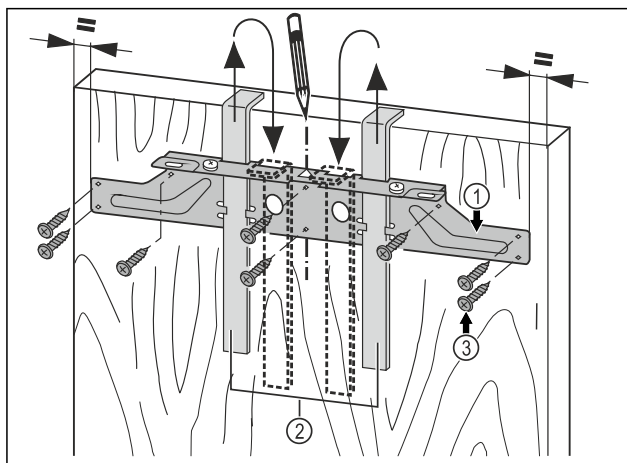

Fig. 20
- ▶ Upevňovací příčník Fig. 20 (1) zavěste pomocí montážních pomůcek Fig. 20 (2) na vnitřní stranu nábytkových dvířek.
- ▶ Upevňovací příčník Fig. 20 (1) vyrovnejte středově vůči dvířkům.
- ▶ Upevňovací příčník Fig. 20 (1) přišroubujte minimálně 6 šrouby Fig. 20 (3).
- ▶ Upevňovací příčník Fig. 20 (1) přišroubujte 4 šrouby Fig. 20 (3) na okraji.
- ▶ Montážní pomůcky Fig. 20 (2) vytáhněte směrem nahoru a zasuněte je obráceně do sousedních upínacích otvorů.